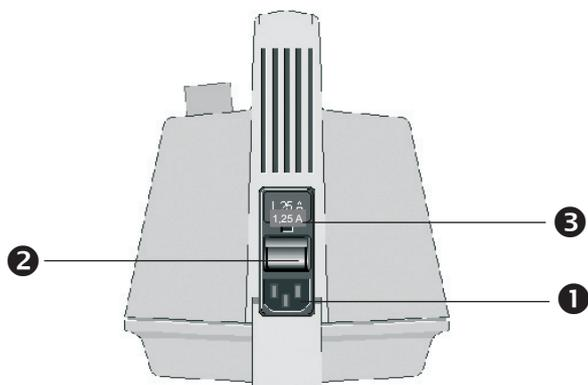

Bild 2. Rückseite ATMOS LC 16
- Stecken Sie das Netzkabel in die Netzanschlussbuchse (①, Bild 2) und verbinden Sie den Netzstecker mit der hausseitigen Netzanschlussdose.
- Mit dem Netzschalter (②, Bild 2) können Sie das Gerät in Betrieb nehmen.
Sicherungswechsel (Bild 2)
- 2.) Ist der Bakterienfilterdeckel (Bild 2) feucht oder verschmutzt wurde das Gerät übersaugt und ist kontaminiert.